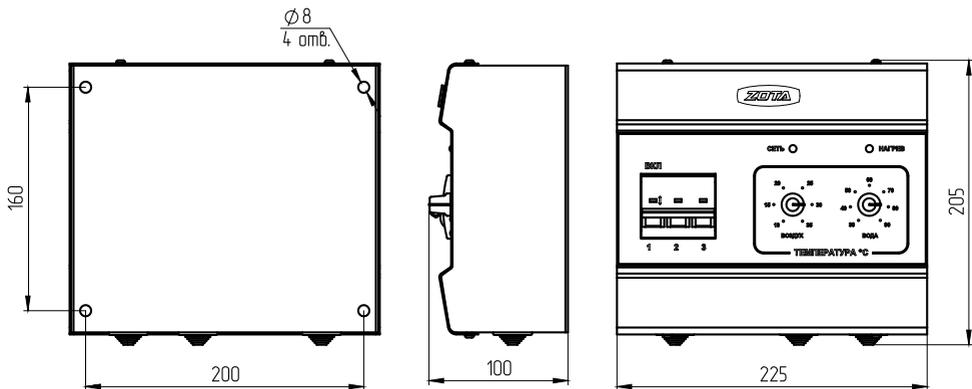

Рис.1. Габаритные и установочные размеры панели управления с электромагнитными реле ПУ ЭВТ от 9 до 15 кВт.
4.1. Корпус панели управления состоит из основания и крышки (Рис.1; 1.1; 1.2). На основании установлен вводной автомат, коммутатор нагрузки и монтажные колодки. На крышке установлена плата управления. Крышка крепится к основанию четырьмя винтами. Корпус панели изготовлен из листового металла и окрашен полимерной краской. На передней панели расположены вводной автомат, регуляторы температуры воды и воздуха, светодиоды «СЕТЬ» и «НАГРЕВ».